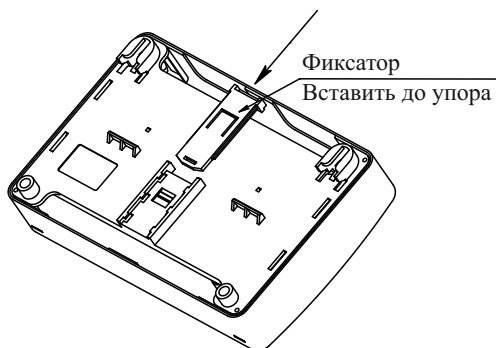

Рисунок 4
- при установке на DIN-рейку (рисунок 4):